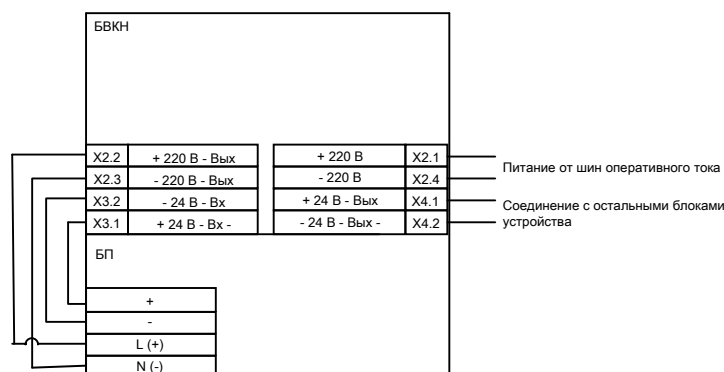

Рис.1.31 Схема подключения БВКН и БП
Схема подключения БВКН и БП приведена на Рис.1.31. БВКН и БП показаны соединенными.
- 5) Соединить БП и БВКН согласно схеме на Рис.1.31;